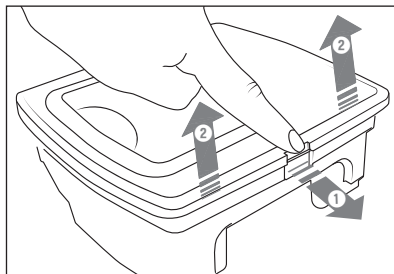

Fig. 7
- 2) Aprire la chiusura del coperchio del contenitore della polvere **12** e aprirlo (vedere fig. 7).